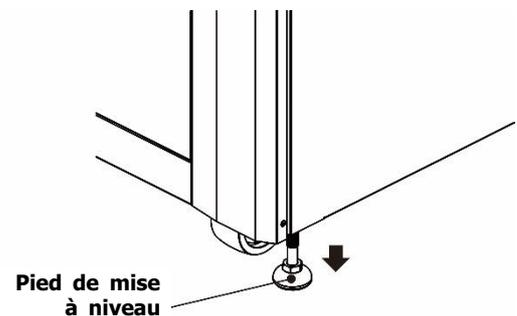

Figure 2-5
- Pour immobiliser l'armoire, tournez simplement les pieds de mise à niveau dans le sens horaire. Reportez-vous la figure 2-5.